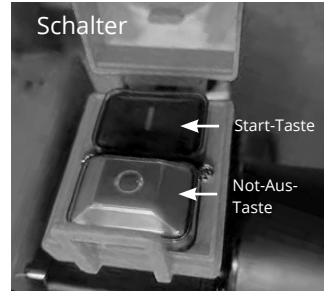

Abb. 4
3. Drücken Sie die grüne Taste. (Abb. 4).
Drücken Sie die Not-Aus-Taste (rot), um den Motor abzustellen. (Abb. 4).